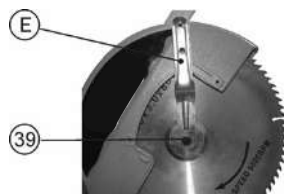
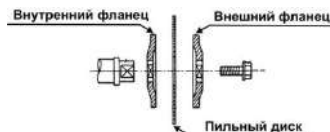

Рис. 12
Рис. 13
14.1.3. Нажмите на кнопку фиксации пильного диска (34), Рис.8. Используя входящий в комплект к пиле ключ (E), Рис.1, отверните болт крепления пильного диска (39), Рис.12, поворачивая его по часовой стрелке (при этом, пильный диск не должен вращаться). Снимите внешний фланец и пильный диск, Рис.13.
14.2. Установка пильного диска. Установите пильный диск в соответствии с последовательностью, указанной Рис.13 так, чтобы зубья пильного диска были направлены вниз в передней части пилы, Рис.2. Затяните болт крепления (39), Рис.12, вращением против часовой стрелки, придерживая в нажатом положении кнопку фиксации (34) пильного диска (30), Рис. 8.